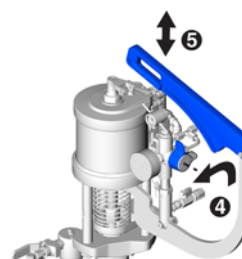

ABB. 27
5. Das Druckentlastungs-/Rücklaufventil der Katalysatorpumpe in die Ausgabestellung drehen. Siehe ABB. 27.
6. Die Materialauslassleitung der Katalysatorpumpe auf Ausgabedruck bringen (siehe ABB. 27):